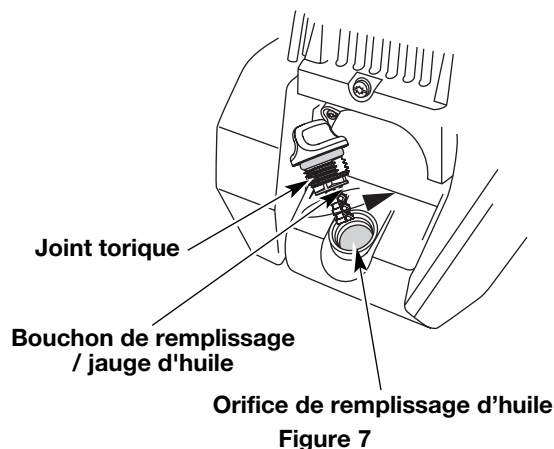

Figure 7
3. Retirez le bouchon / la jauge d'huile du carter-moteur. Versez tout le contenu de la bouteille d'huile dans le carter-moteur (Fig. 7).